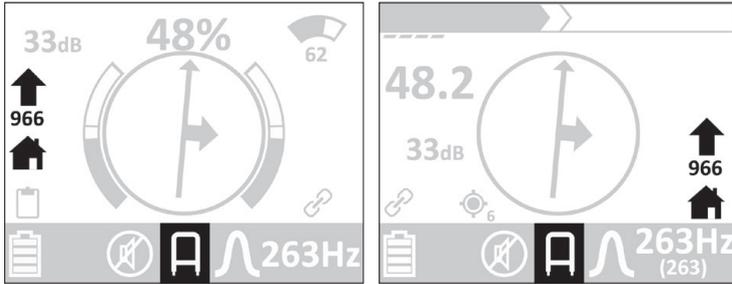
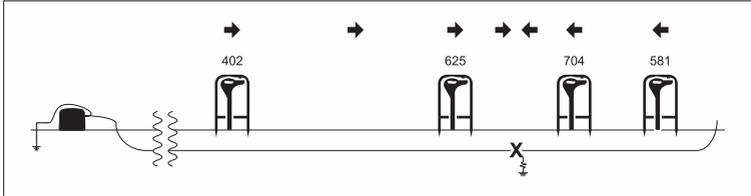

Fig. 32: Pantalla del receptor - Sonda de tensión de paso conectada (aquí: señal 966 de error en el cable)
Fig. 34: Localización de errores de cables con la sonda de tensión de paso
Al aproximarse a un error de cable, la señal de error de cable (valor numérico) aumenta (fig. 32 y fig. 34).
La flecha de dirección cambia su sentido exactamente encima de un error de cable. A continuación, el error de cable se encuentra centrado debajo de la sonda de tensión de paso (fig. 34).
- Acérquese al error del cable avanzando o retrocediendo la sonda de tensión de paso (fig. 34).